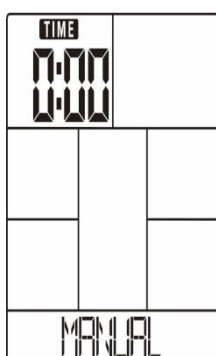
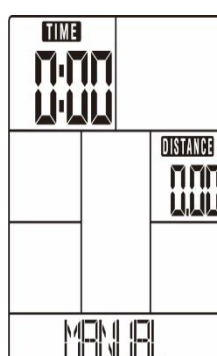
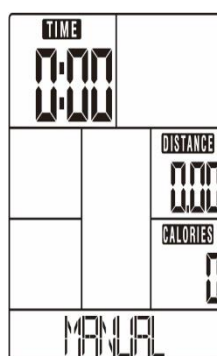
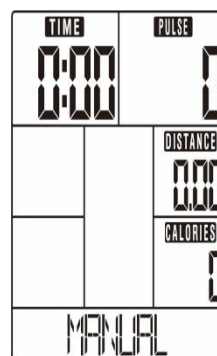

Bild 7
Bild 8
Bild 9
Bild 10
2. Använd UP eller DOWN för att ställa in TIME (bild 7), DISTANCE (bild 8), CALORIES (bild 9), PULSE (bild 10) och tryck på MODE / ENTER för att bekräfta.